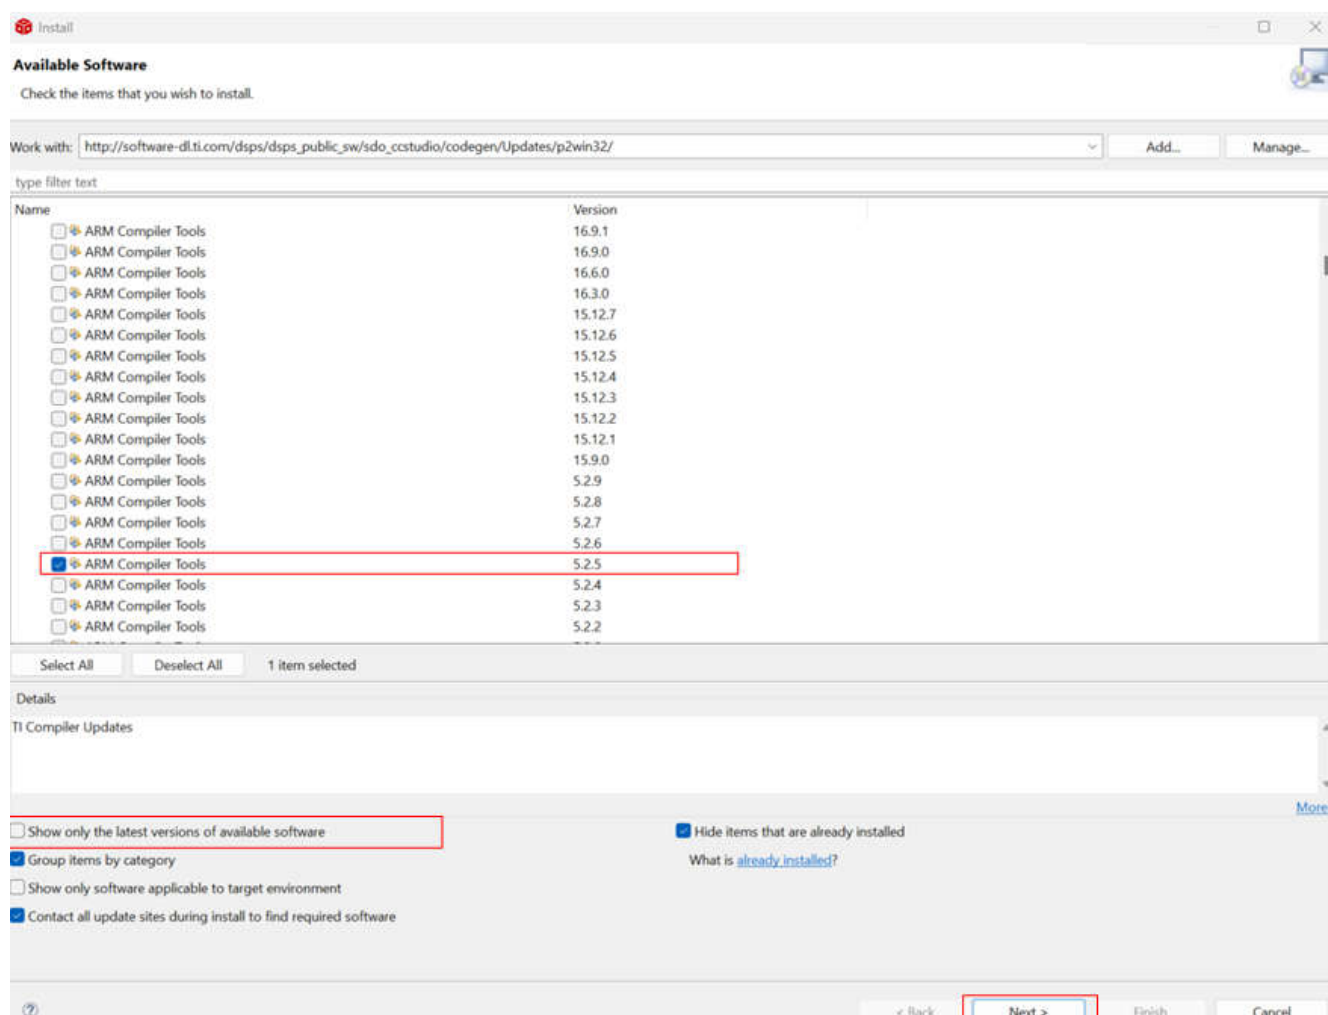

图 2-7. Install a compatible compiler version
Step2: 点击取消 **show only the latest versions of available software -> ARM Compiler Tools 5.2.5 -> Next**，如图 2-7 所示。